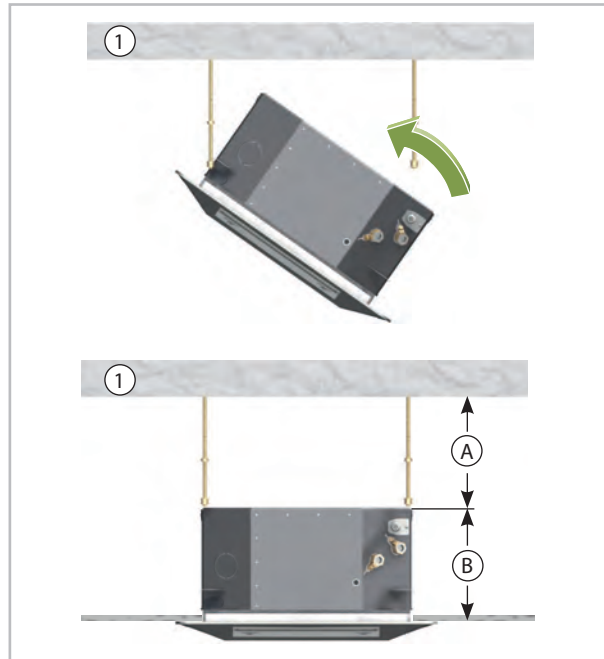

Abb. 20: Gerät einhängen (MXD 204-524)
2. ▶ Setzen Sie das Innengerät in die Gewindestangen ein und bringen Sie die Geräte durch die untere Mutter in eine waagerechte Position (Abb. 20).